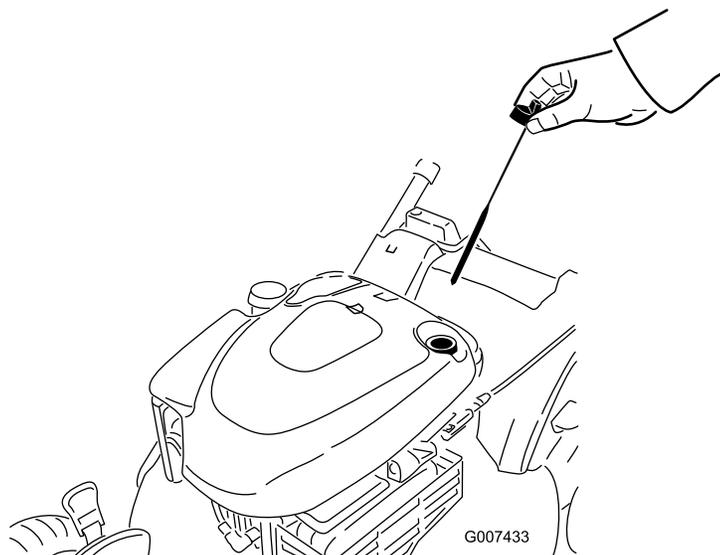

Figure 42
2. Retirez la jauge (Figure 42).